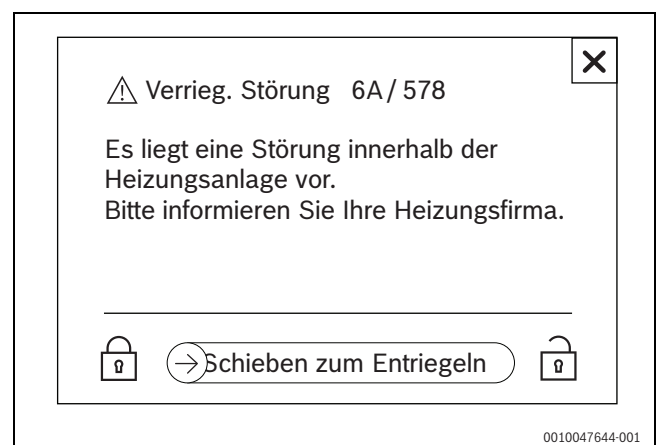

Bild 69 Verriegelnde Störung (Beispiel)
- ▶ Entriegelung erfolgt über  → Schieben zum Entriegeln  (→ Bild 69).